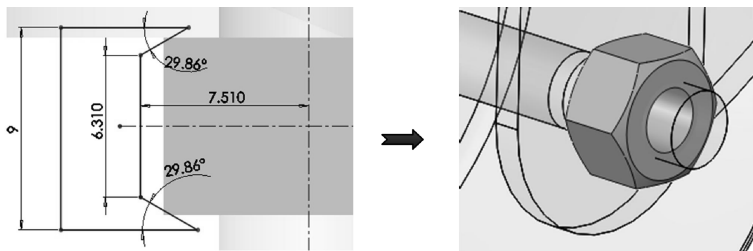

图 7-108 创建旋转切除特征
- 12 使用【旋转切除】工具，选择【塑胶轮】零部件中的参考基准面作为草绘平面，进入草图模式后绘制如图 7-108 所示的草图，退出草图模式后创建出旋转切除特征。